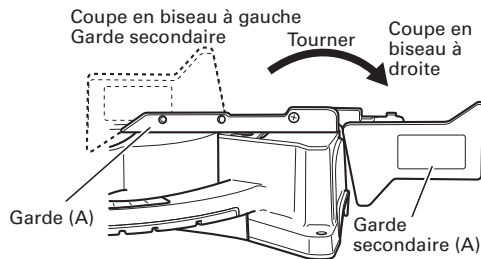

Fig. 11
Dans le cas d'une coupe en biseau à droite, soulever la garde secondaire (A) comme le montre la Fig. 11 puis la tourner dans le sens des aiguilles d'une montre.